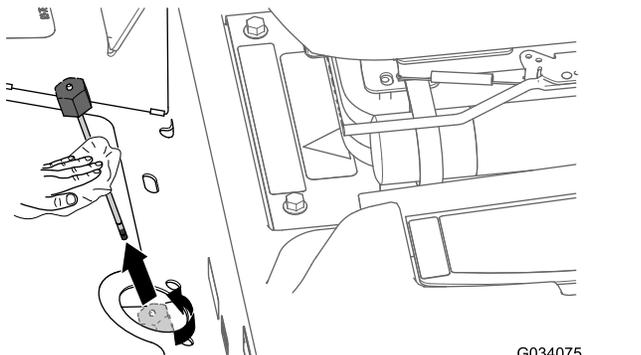

図 80
2. トランスアックスルの補給口についているディップスティック付きキャップ 図 80 をゆるめてディップスティックを抜き取り、ウェスできれいに拭う。